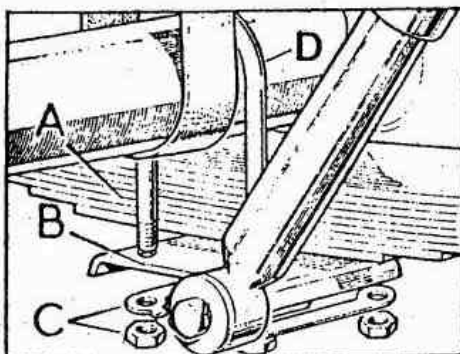

Fig. E -22 Ballesta trasera y eje (Modelo 88'')
- 1.4. Soltar las cuatro tuercas y las dos placas-fijador, C (Fig. E -22), que fijan la ballesta al eje. Dejar la placa enganchada a la cabeza del amortiguador (solo en modelo 88").
Fig. E -22 bis Ballesta trasera y eje (Modelo 109'')